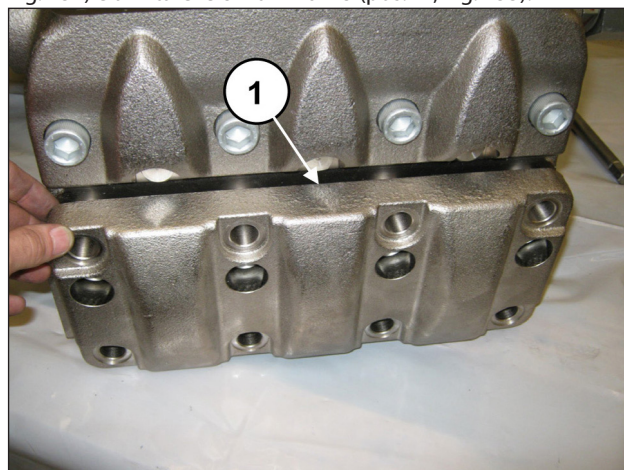
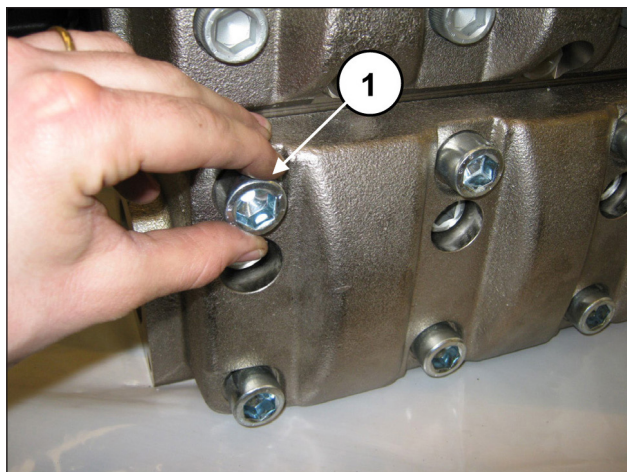

Fig. 152
Fig. 153
Dopo aver terminato il montaggio dei gruppi valvola aspirazione applicare il coperchio valvole aspirazione (pos. ①, Fig. 152) e avvitare le 8 viti M16x45 (pos. ①, Fig. 153).